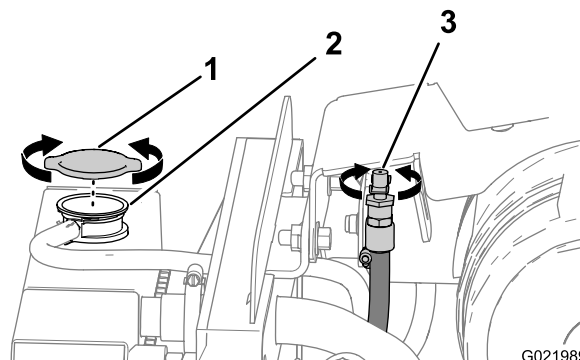
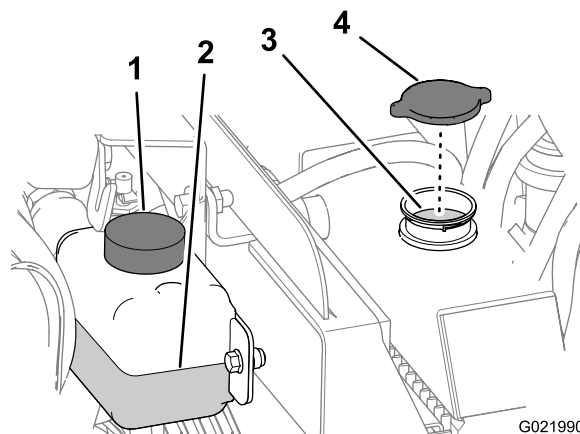

Figure 76
Figure 77
4. Ouvrez la valve de mise à l'air libre du moteur (Figure 76).
5. Enlevez le bouchon du goulot de remplissage du radiateur et vérifiez le niveau de liquide de refroidissement (Figure 76 et Figure 77).
6. Si le niveau de liquide de refroidissement est trop bas, faites l'appoint jusqu'à ce qu'il atteigne le bas du goulot de remplissage (Figure 77).
2. Enlevez le bouchon de radiateur (Figure 76 et Figure 77).
- B. Ouvrez la valve de mise à l'air libre (Figure 76).
- A. Ouvrez la valve de mise à l'air libre (Figure 76).
1. Enlevez le bouchon de radiateur (Figure 76 et Figure 77).
2. Ouvrez la valve de mise à l'air libre (Figure 76).